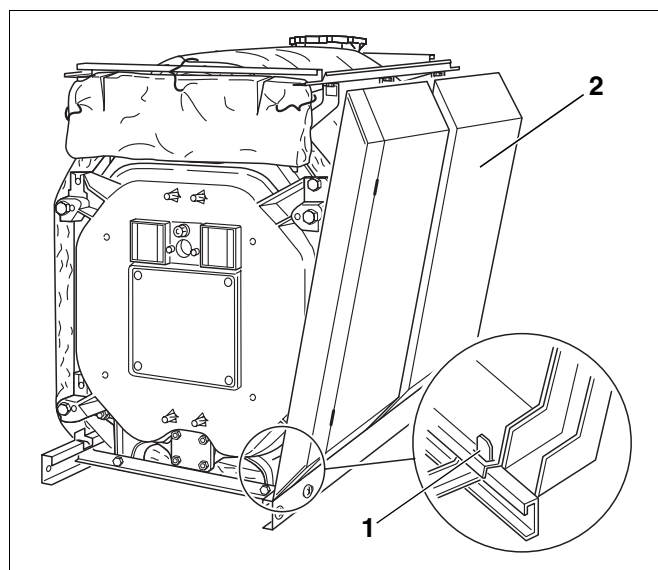

Abb. 50 Seitenwandteile einhängen
- Die vorderen Seitenwände (Abb. 50, **Pos. 2**) links und rechts unten in die hochgebogenen Laschen der Sockelschienen (Abb. 50, **Pos. 1**) einhängen und dann oben über die Abkantung der Längsschienen schieben.